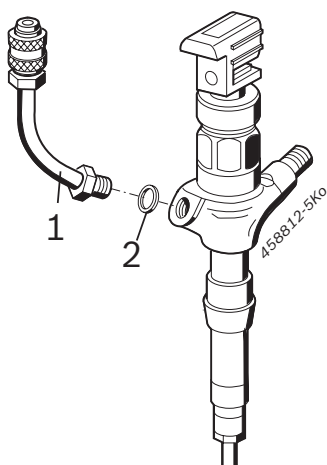

Fig. 2: Mangueira
1. Enroscar e apertar a mangueira 1 680 712 368 (fig. 2, pos. 1) com junta anular plana (fig. 2, pos. 2) no furo de retorno do CRI Piezo da Denso.